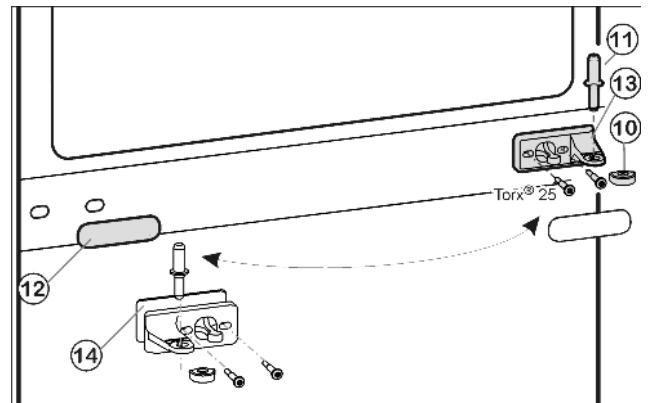

Fig. 9
- ▶ Витягніть середній опорний гвинт *Fig. 9 (11)* з опорного кронштейна та нижніх дверцят.
- ▶ Зніміть пластмасовий ковпачок *Fig. 9 (10)*.
- ▶ Викрутіть *Fig. 9 (13)* опорний кронштейн посередині (2 шт. Torx® 25).
- ▶ Обережно зніміть покриття *Fig. 9 (12)*.
- ▶ Прикрутіть *Fig. 9 (13)* середній опорний кронштейн із підкладкою *Fig. 9 (14)*, на новий бік шарніра, повернувши на 180° (з моментом 4 Нм).
- ▶ Зафіксуйте покриття *Fig. 9 (12)* на новому боці розташування ручок, повернувши на 180°.
- ▶ Знову встановіть пластмасовий ковпачок Fig. 9 (10) на середній кронштейн Fig. 9 (13).
- ▶ Встановіть середній опорний гвинт Fig. 9 (11) на новий бік шарніра за допомогою середнього опорного кронштейна Fig. 9 (13) в нижні дверцята.